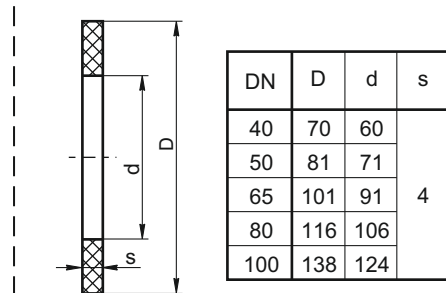

Рис. 3. Прокладка из резины листовой МБС
4.2.7 Монтаж фланцевых соединений выполнить с применением прокладок из резины листовой МБС средней твердости (Рис. 3). Ответные фланцы - стальные приварные по ГОСТ 12820-80 (Рис. 4).